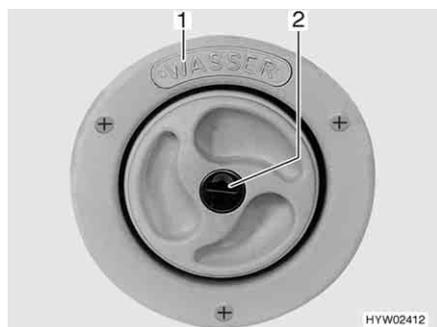
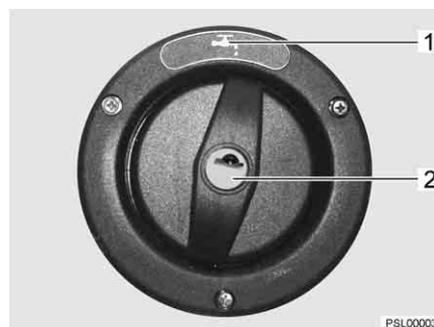

Fig. 203 Tapa de cierre para el tubo de llenado de agua potable
Fig. 204 Tapa de cierre para el tubo de llenado de agua potable (alternativa)
El tubo de llenado de agua potable está marcado con el rótulo "WASSER" (agua) (Fig. 203,1) o con el símbolo "☞" (Fig. 204,1). La tapa de cierre se abre o cierra con la llave para las cerraduras de trampa exteriores.
- Introducir la llave en el cilindro de cierre (Fig. 203,2 ó Fig. 204,2) y girarla un cuarto de vuelta en sentido contrario a las agujas del reloj.